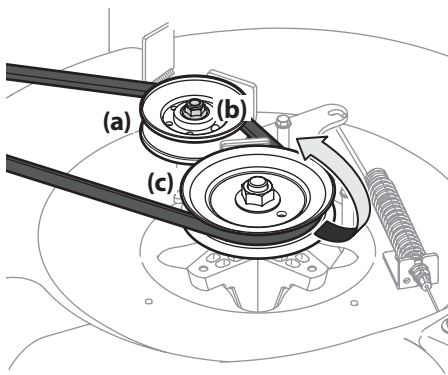

Figure 4-12
7. Desserrez le contre-écrou à bride (b) qui fixe la poulie de tension (sur les plateaux de coupe de 24" seulement) (a) afin de créer assez d'espace pour retirer la courroie. Retirez la courroie autour de la poulie d'entraînement (c) et de la poulie de tension (a) du plateau de coupe. Voir Figure 4-12.